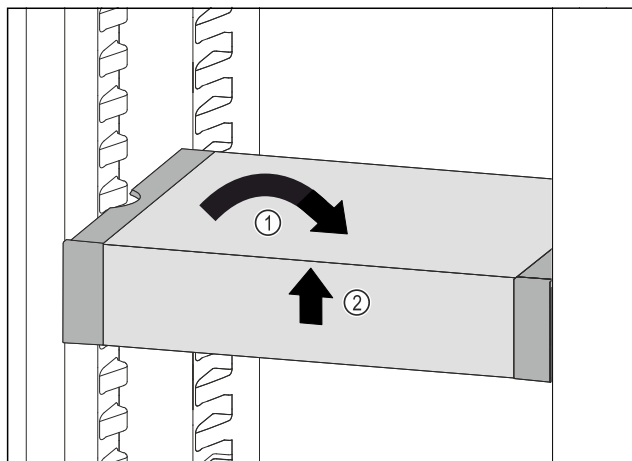

Fig. 143
- Collocare VarioSafe in maniera dritta. Fig. 143 (1)
- Sollevare VarioSafe dal lato anteriore. Fig. 143 (2)